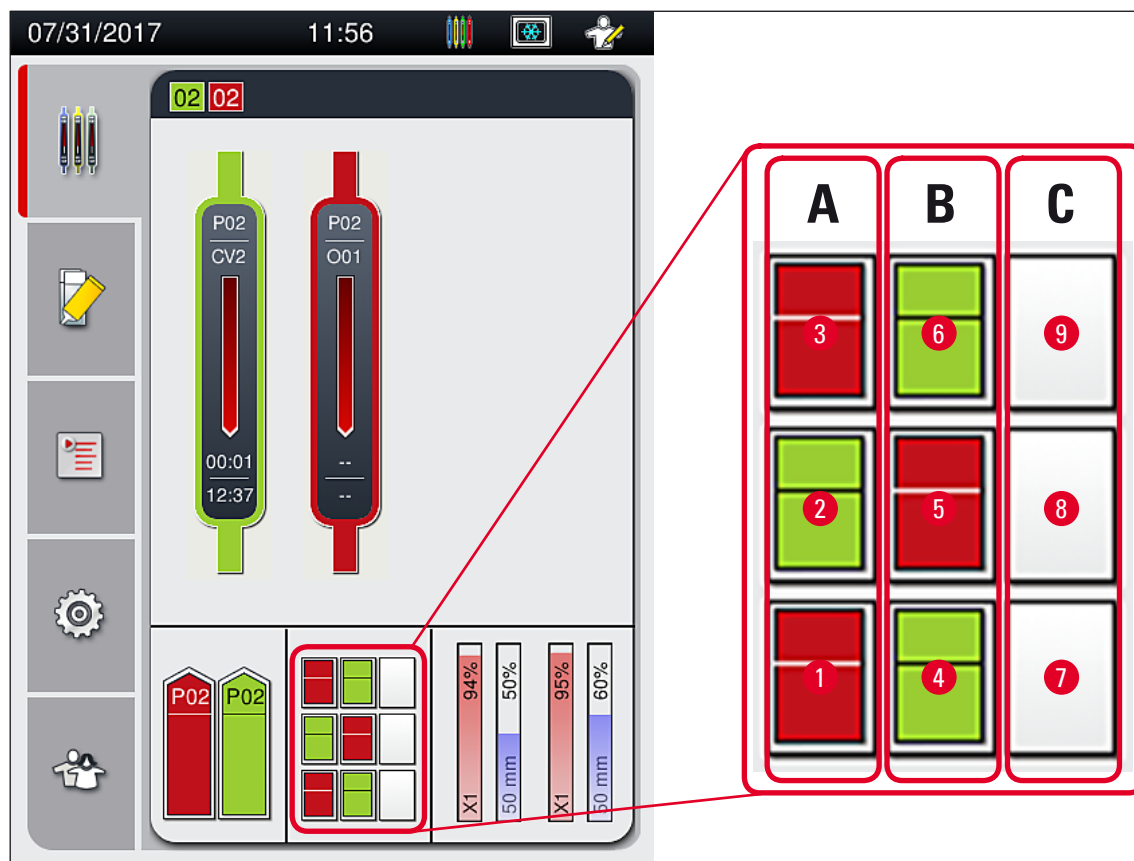

Fig. 75
- Sertarul de descărcare poate primi până la 9 stativ. Stativete sunt plasate în sertarul de descărcare în succesiunea ilustrată, de la A1 la C9 (→ Fig. 75).